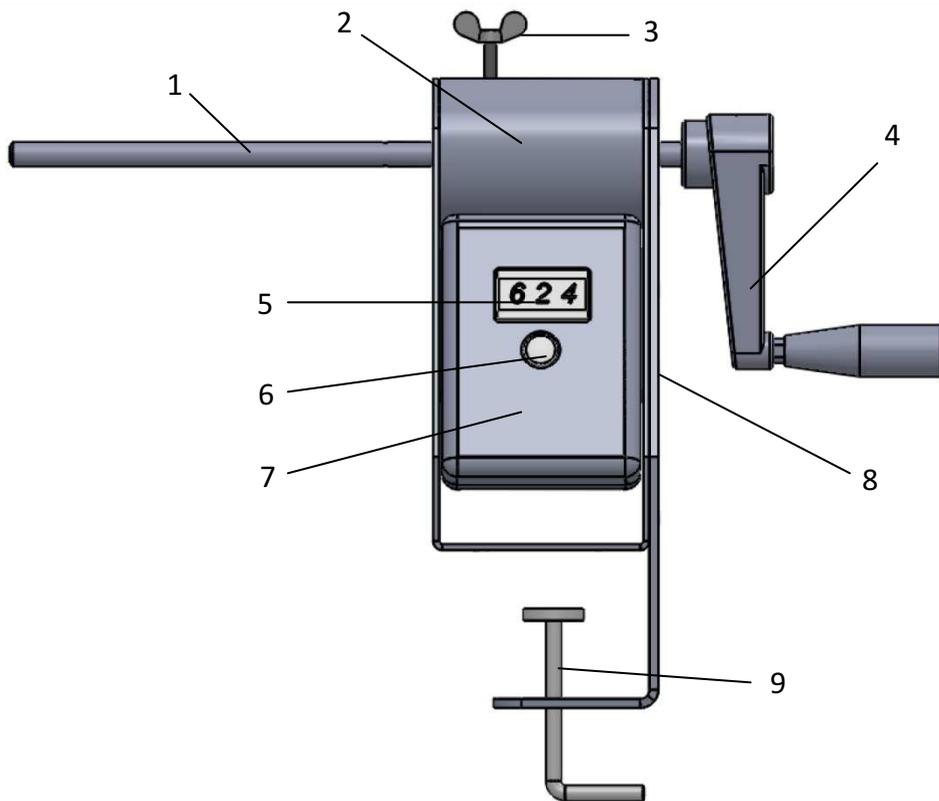

Рисунок 1
Устройство намоточное с ручным приводом Roller DX6 (рис.1), включает в себя: кранштейн (8); крепление типа струбцина (9); блок управления и индикации (7), в котором расположены трёхразрядный семисегментный индикатор (5) и кнопка «Включение/Сброс» (6); вал (1), на котором крепится каркас моточного изделия; рукоятку вращения вала (4); фиксатор вала (3); блок датчиков (2).